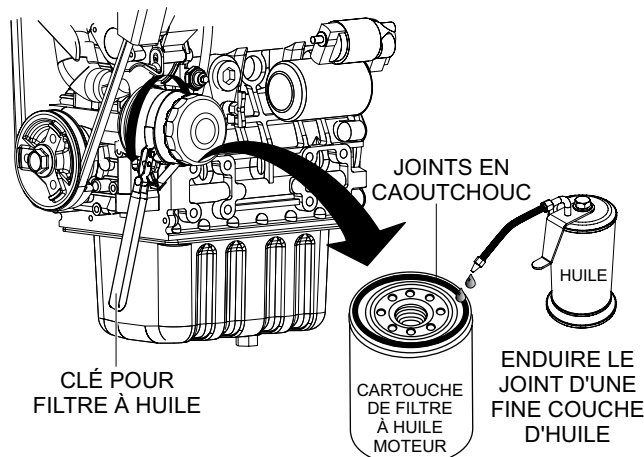

**Figure 55. Retrait du filtre à huile du moteur**
2. À l'aide d'une clé à filtre à huile (Figure 55), retirez le filtre à huile du moteur.
3. Enduisez la surface d'étanchéité en caoutchouc (joint) du nouveau filtre (Figure 55) à huile d'huile moteur 15W-40 propre.